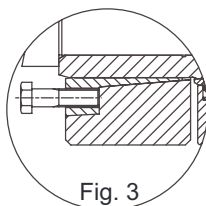

Fig. 3
- Si a pesar de haber aflojado los tornillos los anillos no se separan, hay que transferir 2 tornillos a 180° y 4 a 90° a los agujeros de extracción del anillo interior (fig. 3).